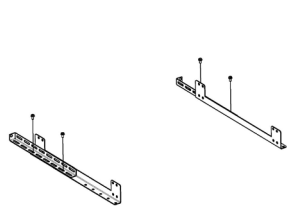

Fig. 30 - Assemblare rinforzo + prolunga
- Fissare il rinforzo gambe con la prolunga tramite le viti (vedi **Fig. 30**).